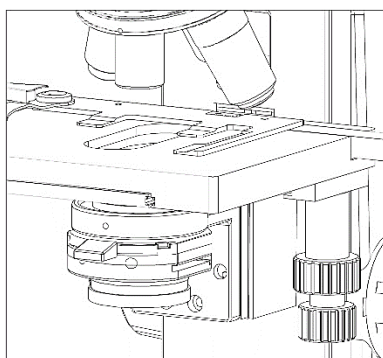

Fig. 9
3. Acoplar el polarizador apretando el tornillo provisto. Consultar la fig. 9.